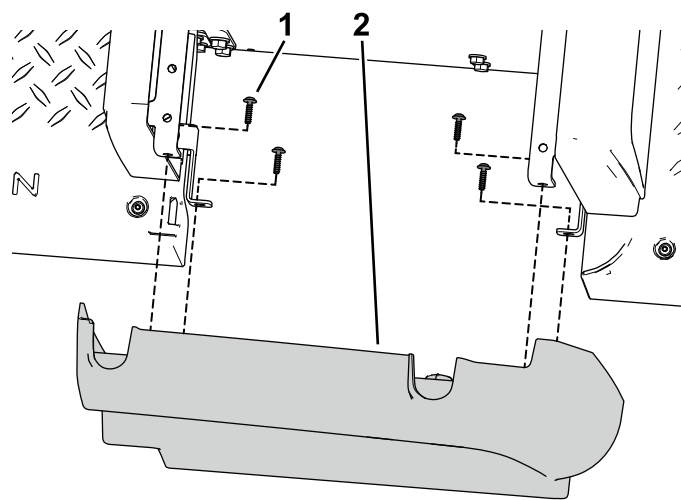

図 43
1. キットに入っている左右のサイドパネルを、前座席ベースパネルに固定するタッピングねじ3/32 x 7/8 インチ8本を使う 図 43。